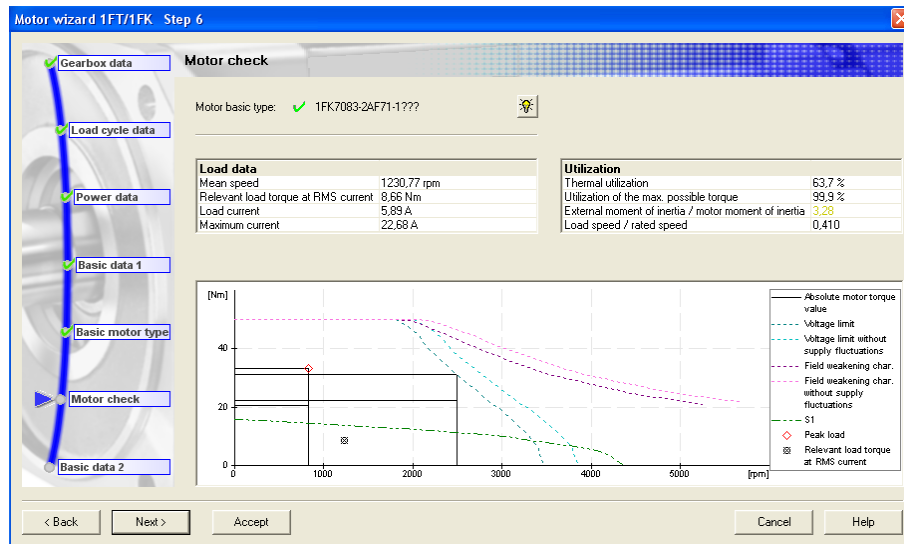

Figura 3.2.50 “Motor check”
Paso 6 *Motor check* (figura 3.2.50): en este paso la ventana muestra como se puede observar en la parte superior de la imagen 3.2.50 la correcta elección del motor, en este caso con el icono .